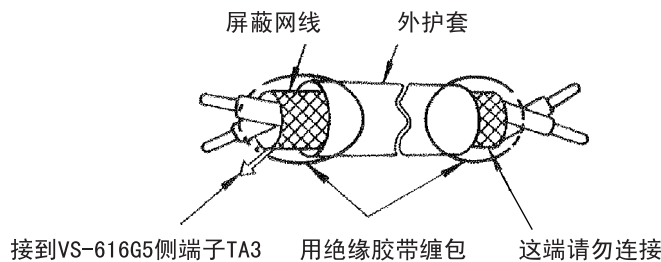

图 3.32 屏蔽线的末端处理
2. 与 PG 的连接线，请使用屏蔽线，为了防止噪声而引起误动作，请按图 3.32 那样处理屏蔽线末端。并长度小于 100 米。